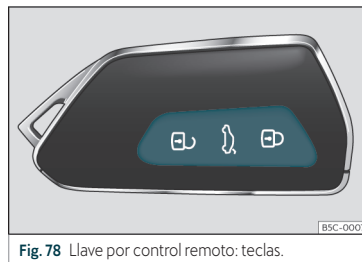

Fig. 78 Llave por control remoto: teclas.
- Bloquear: pulse el botón  » fig. 78.